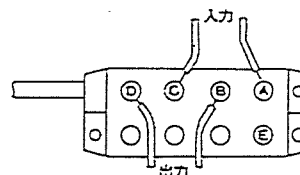

図 13
- ひずみを測定するためのブリッジで、ひずみゲージは種々の接続法が用いられます。これらの接続法は、前項3-2-1を参照して下さい。またブリッジボックスを中継して各種の変換器を使用する場合には図13のように接続して下さい。